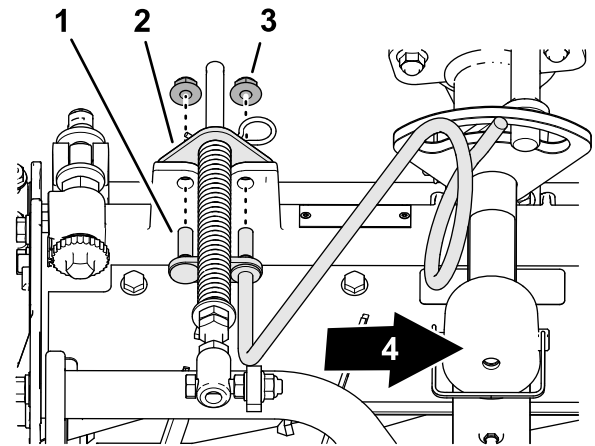

Figura 15
3. Alinhe os pinos do guia de tubos direito com os orifícios da estrutura da unidade de corte e o suporte do compensador de relva (Figura 15).